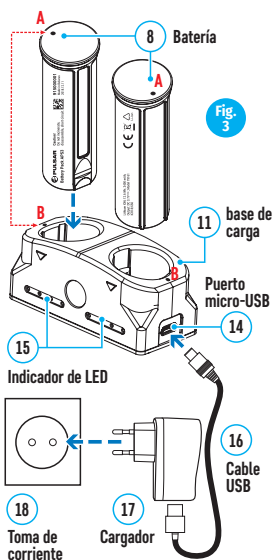

Fig. 3
- Inserte totalmente la batería recargable APS2* (8) suministrada con su dispositivo, o comprada por separado, a lo largo del carril de guía hasta la ranura del cargador APS (13) (véase Fig. 3).
- Conecte el conector microUSB del cable USB (16) en el conector microUSB del cargador de red (17). Enchufe el dispositivo a una toma de corriente de 100–240 V (18).
- Conecte el segundo conector del cable microUSB a la toma (14) del cargador de red (13).
- El indicador LED (15) mostrará el estado de carga de la batería (véase la tabla).